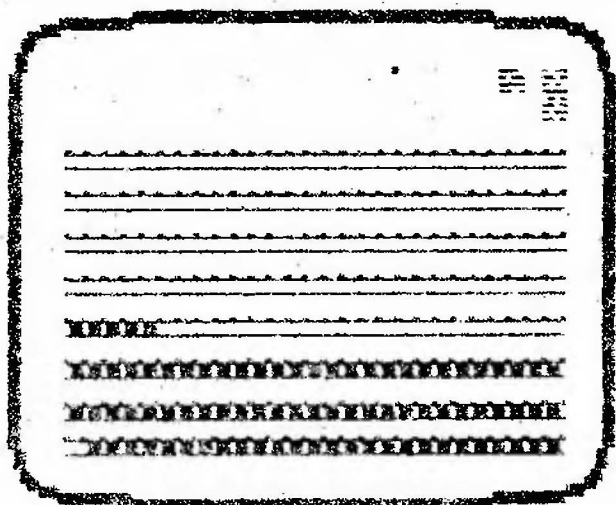

Рис. 4
6.2.4. Включите магнитофон в режим воспроизведения. При нормальном функционировании БПЭВМ на экране происходит заполнение прямоугольниками промежутков между парами горизонтальных линий (начиная с нижних). При этом при загрузке очередных 256 байт информации в "карте загрузки" оказывается заполненным один прямоугольник (см. рис. 4).